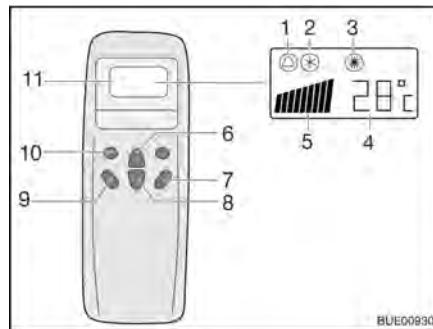
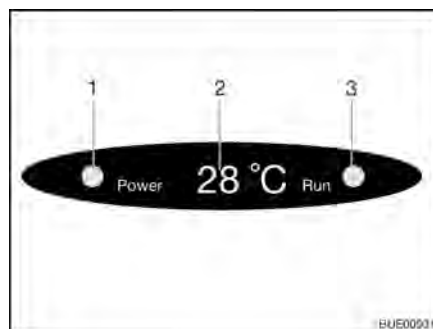

Fig. 171 Telecomando
Fig. 172 Display su diffusore
- Premere il tasto "ON/OFF" (Fig. 171,7).
- Premere il tasto "Mode" (Fig. 171,10) spesso, finché la modalità desiderata (Fig. 171,1, 2 o 3) viene visualizzata sul display. La spia di controllo relativa sul display sul diffusore (Fig. 172,3) si accende.
- Con i tasti di aumento della temperatura (Fig. 171,6) o di riduzione della temperatura (Fig. 171,8) regolare la temperatura desiderata.
- Con il tasto numero di giri ventola (Fig. 171,9) selezionare il livello desiderato per la ventola.